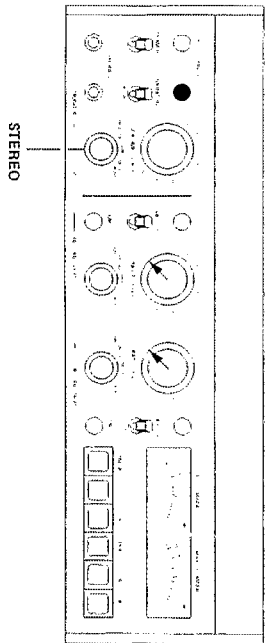

Fig. 6.4-8
- Bedienungselemente nach Fig. 6.4-8 einstellen.
- Set operating controls as per fig. 6.4-8.
- Effectuez les commutations selon la fig. 6.4-8.